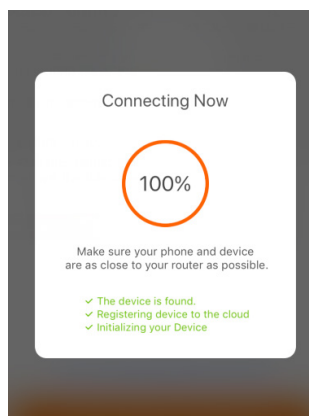

Fig 5
5. Espere a que la aplicación se conecte con el dispositivo hasta que se conecte con éxito, como se muestra en la imagen 5
- D) Espere a que la aplicación se conecte con el dispositivo hasta que se conecte con éxito, como se muestra en la imagen 5